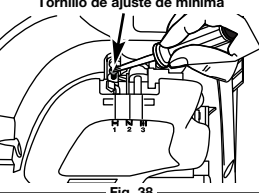

Fig. 38
La velocidad mínima del motor puede ser ajustada. Puede tener acceso al tornillo de ajuste de mínima a través de un orificio en la parte superior de la cubierta del motor (Fig. 38).
- Suelte el gatillo del regulador y deje que el motor funcione en mínima. Si el motor se para, inserte un destornillador Phillips pequeño en el orificio de la cubierta del motor (Fig. 38). Gire el tornillo de mínima hacia adentro, en sentido horario, de a 1/8 de vuelta por vez (según sea necesario) hasta que el motor funcione en mínima suavemente.
- Gire la tuerca de ajuste con una llave de 8 mm (5/16 pulgadas) o una guía de tuercas (Fig. 38).